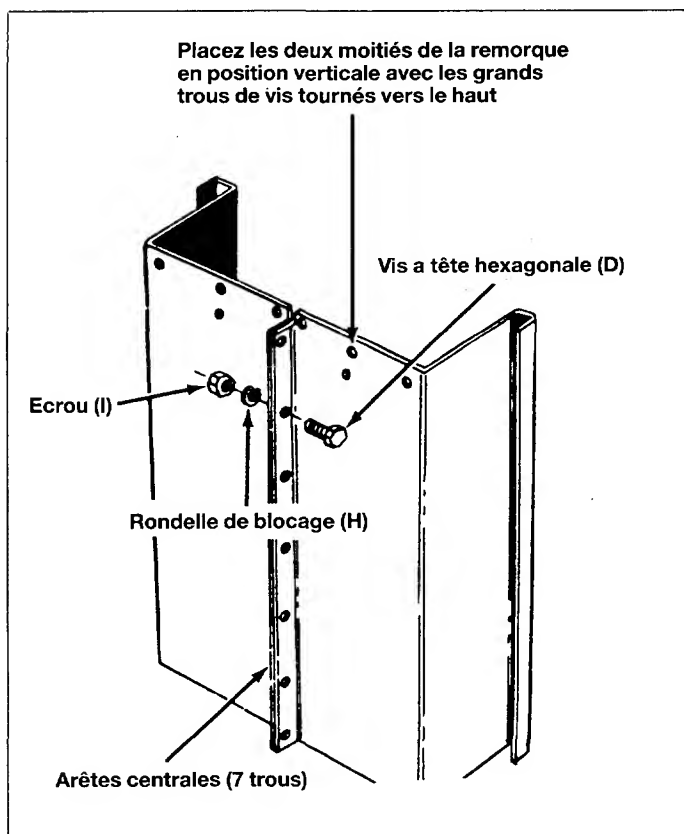

Fig. 3
3. Placez les deux côtés de la remorque (P et R) en position horizontale conformément à la figure 3. Attention : les grands trous de vis doivent être tournés vers le haut.
4. Installez les vis (D), les rondelles de blocage (H) et les écrous (I) dans l'arête repliée vers le bas sur les côtés de la remorque. Insérez en même temps les 7 vis. Ne les serrez pas. Voir la figure 3 et le rappel ci-dessous.